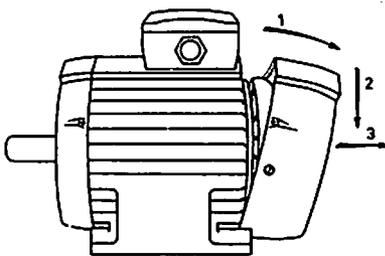

Fig. 4.
- Enlevez les enveloppes en effectuant, dans l'ordre, les trois mouvements indiqués sur la figure 4, de façon à dégager le bossage d'accrochage du flasque palier.